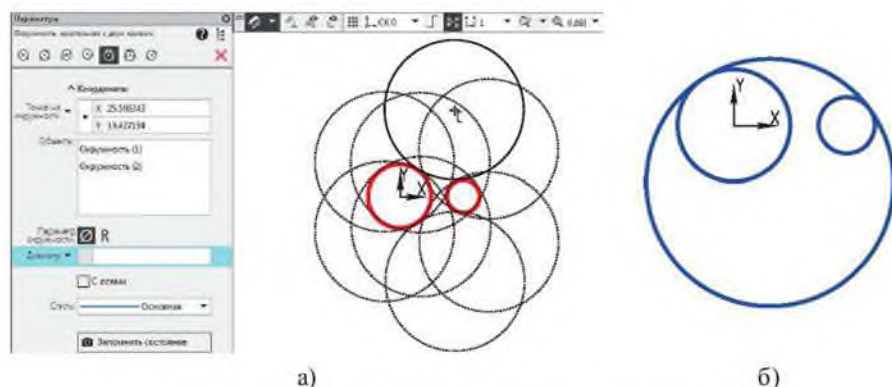

Рисунок 4.11 Выбор необходимого варианта из предложенных фантомов
- 4) В *Панели свойств* в ячейке *Радиус* ввести значение 55 (мм). На запрос системы: «Укажите первую кривую для построения касательной окружности» – кликнуть ЛК на первой окружности. На запрос системы: «Укажите вторую кривую для построения касательной окружности» – кликнуть ЛК мыши на второй окружности. Система предложит для выбора все возможные варианты касательных (рисунок 4.11 а), нужно выбрать требуемый. Результат выбора касательных изображен на рисунке 4.11 б.